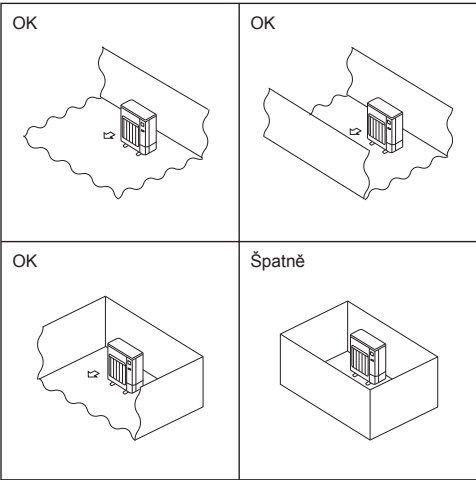

Fig. 2-2
- Ⓒ Venkovní jednotky instalujte na místa, kde je alespoň jedna z jejich čtyř stran otevřená a prostor je dostatečně velký a bez prohlubní. (Fig. 2-2)